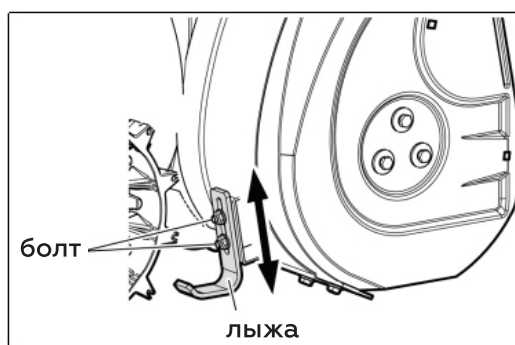

Рис. 17
3. Ослабьте болты крепления лыж и отрегулируйте их, чтобы получить рекомендуемую высоту шнека. Отрегулируйте правую и левую лыжу одинаково. Снова затяните болты. (Рисунок 17)